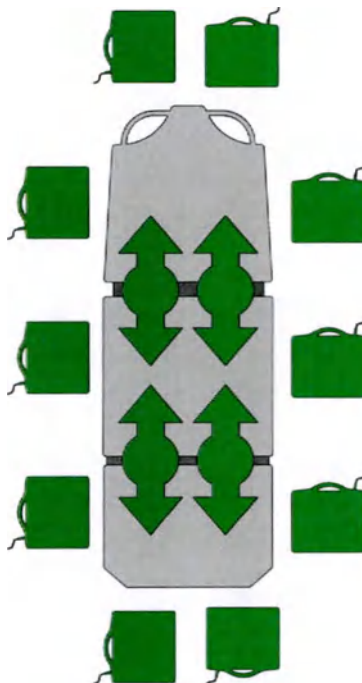

Рисунок 29 – Заправка или извлечение рентгеновских кассет, опция Prime X
1. Поместите пациента в центр изделия, руководствуясь наклейками, указывающими положение, расположенными по всем сторонам изделия (Рисунок 29).